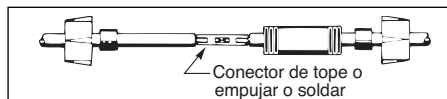

Figura 6 - Extremos del cable empalmados
- Introduzca el extremo del cable en el conector de tope y empuje. Haga coincidir los colores de los cables entre la fuente de energía y el motor (ver Figura 6).